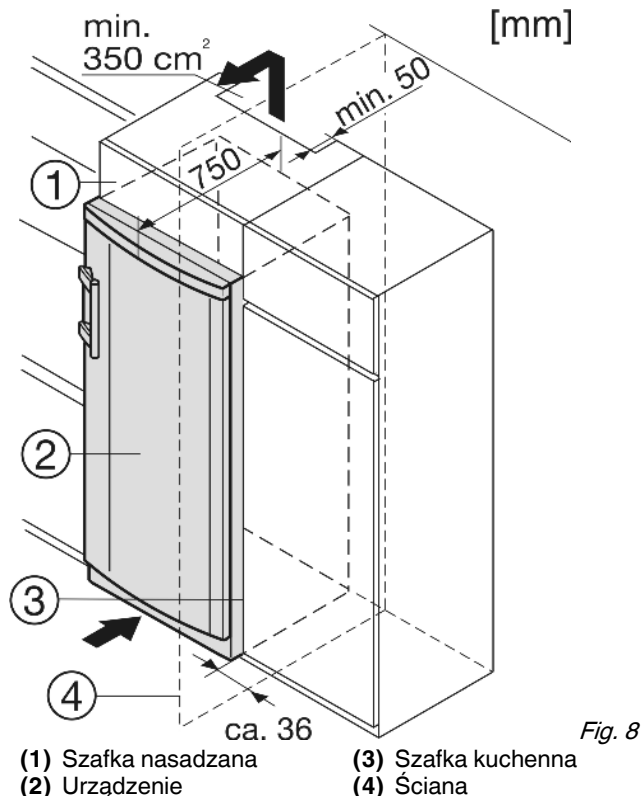

Fig. 8
- (1) Szafka nasadzana
- (2) Urządzenie
- (3) Szafka kuchenna
- (4) Ściana
Urządzenie może zostać obudowane szafkami kuchennymi. Aby dopasować urządzenie Fig. 8 (2) do wysokości ciągu szafek kuchennych, można nad urządzeniem umieścić odpowiednią szafkę nasadzaną Fig. 8 (1).
Jeżeli urządzenie będzie ustawiane z zawiasami do ściany Fig. 8 (4), to pomiędzy urządzeniem i ścianą należy zachować minimalny odstęp, wynoszący 36 mm. Na taką odległość wystaje klamka przy otwartych drzwiach.